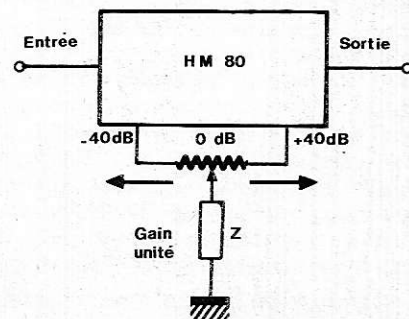

Figure 1: Principe de fonctionnement du HM80
3. Fig. 1 : l'émetteur de Q3 est relié à la masse.
1. Présentation du HM80 : figure 1.
L'utilisation d'un potentiomètre de 10 kΩ linéaire selon le montage de la figure 1 permet de commander l'atténuation ou l'amplification dans la plage - 40 dB → 0 dB → + 40 dB.